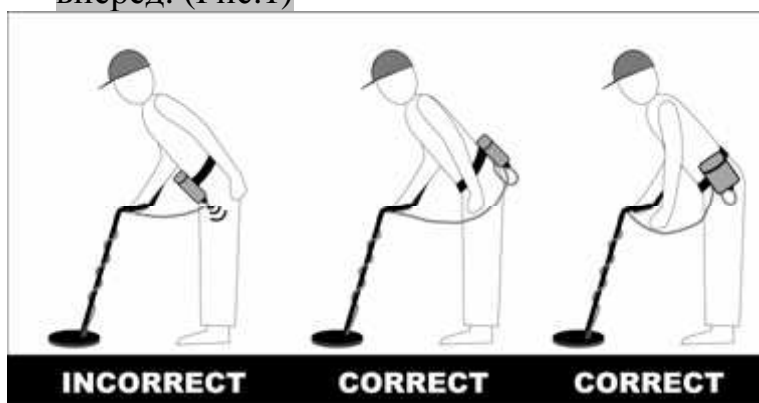

Рис.1.
- ⇒ Если электронный блок носится на поясе, сдвиньте его в сторону или в область спины, чтобы не перегибать кабель с коннектором при наклоне вперед. (Рис.1)